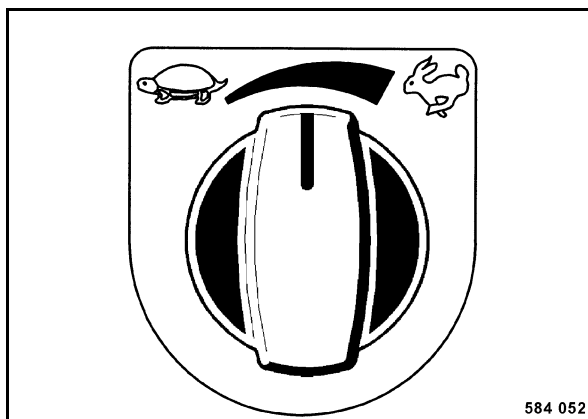

Fig. 67
- Preseleccionar el margen de marcha (Fig. 67).